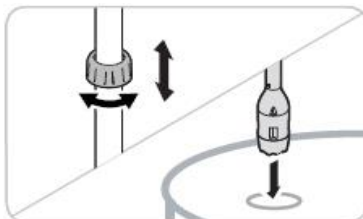

Рисунок 54
1. С помощью регулировочной гайки отрегулируйте длину всасывающей трубки и опустите ее в емкость, из которой будет перекачиваться жидкость (смотрите рисунок 54 ниже).